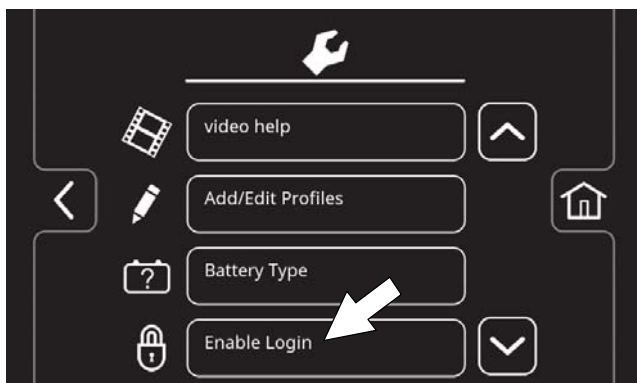

ABB. 166
4. Drücken Sie die Taste zur Aktivierung der Anmeldung (Abbildung 166). Die Taste zur Aktivierung ändert sich von Anmeldung aktivieren auf Anmeldung deaktivieren.